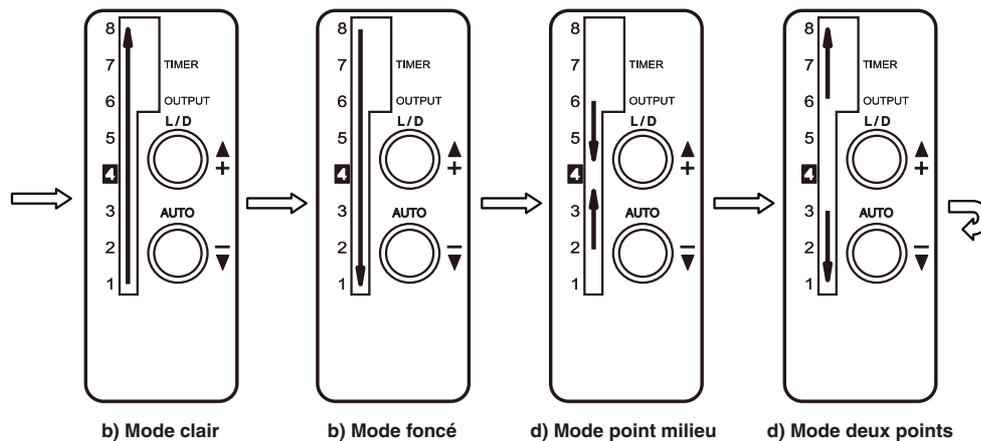

Figure 1. Séquence de clignotement de la LED pour les modes d'apprentissage automatique
2) Tout en appuyant sur le bouton AUTO, appuyez plusieurs fois sur le bouton "+" pour faire défiler les quatre modes d'apprentissage automatique possibles. La direction des LED clignotantes d'indication de contraste (numérotées de 1 à 8) indique le mode d'apprentissage automatique actuel (voir figure 1). Lorsque le mode désiré est indiqué, relâchez le bouton AUTO. Les descriptions des quatre modes d'apprentissage automatique figurent ci-dessous.